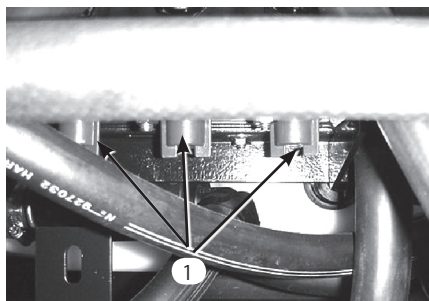

図27
11. そのブームのバルブの下についているバイパス・バルブ (図27) を使って、このブームがONの時と同じ水圧 (8. で記録した水圧) になるように調整する。